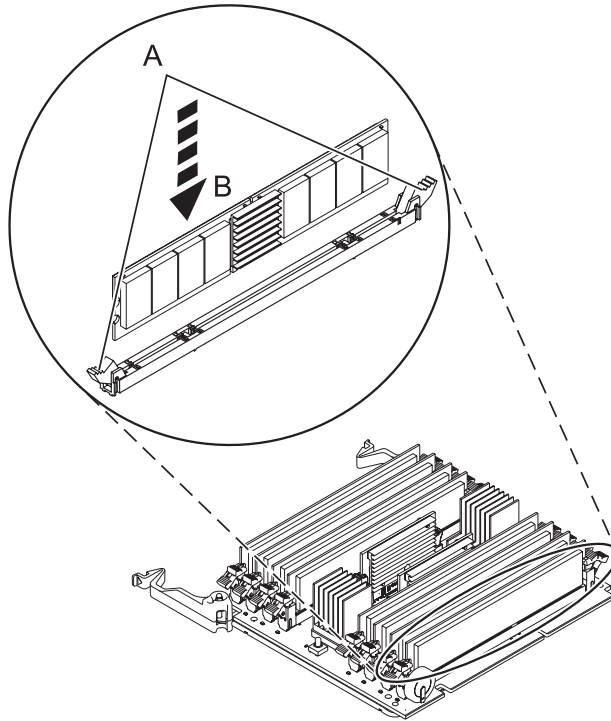

Abbildung 18. Speichermodul austauschen
11. Achten Sie darauf, dass die Verriegelungszungen (**A**) des Anschlusses nach außen in die entriegelte Position gedrückt sind (siehe Abb. 18 auf Seite 36), bevor Sie ein neues Speichermodul einsetzen.